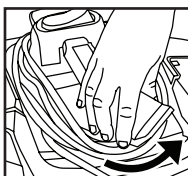

FIGURE 31
54. Pour retirer le cordon d'alimentation du rembobineur, saisissez les côtés de la section arrière du rembobineur (logée derrière la poignée) puis tournez un demi-tour dans le sens antihoraire jusqu'à ce que la section s'élève au-dessus de la poignée. **FIGURE 31.**